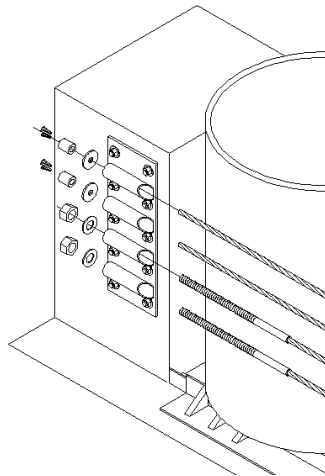

**Figura 21**
- B. Guíe el cable a través de la placa de anclaje ubicada en la nariz del sistema (ver figura 21) y retorne el cable a la placa de anclaje haciéndolo pasar por el primer tubo.